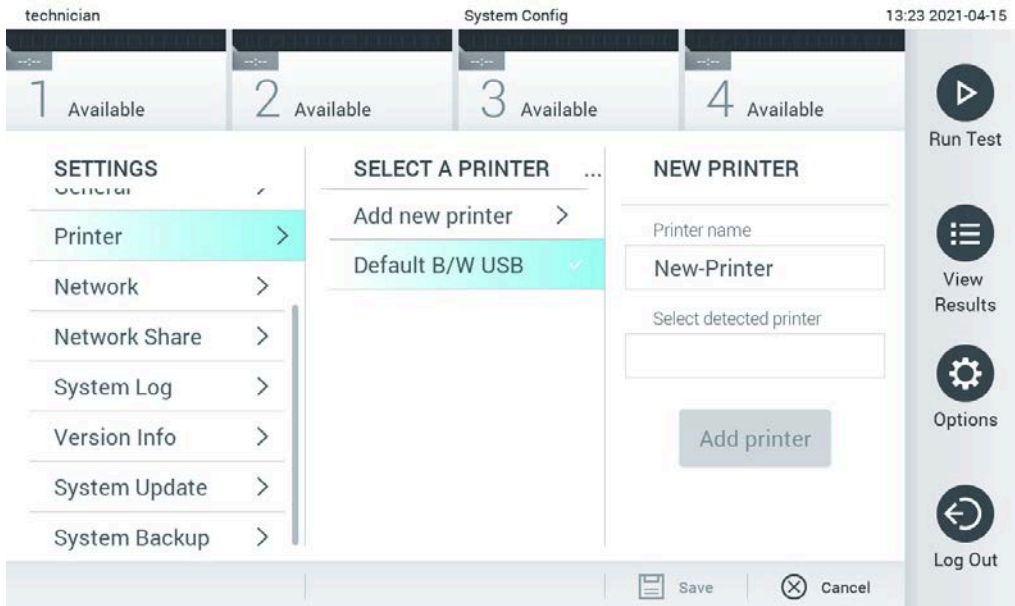

Figura 100. Instalação da impressora através da instalação de um controlador
5. Clique em **Add Printer** (Adicionar impressora) (Figura 100, na página seguinte).